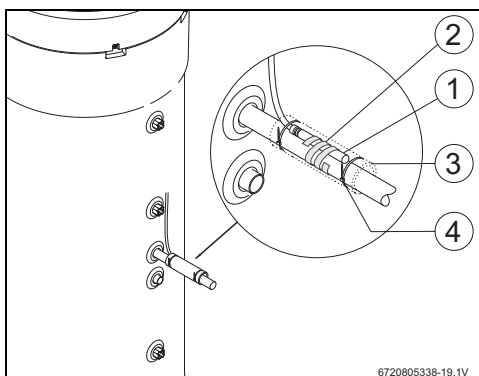

Fig. 8
- ▶ Colocar o sensor NTC do acessório [1] conforme indicado na Fig. 8.